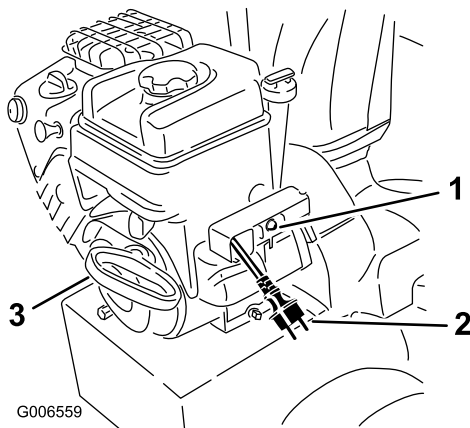

Bild 4
7. Drücken Sie die Taste am Elektrostarter, um die Schneefräse anzulassen (Bild 4).